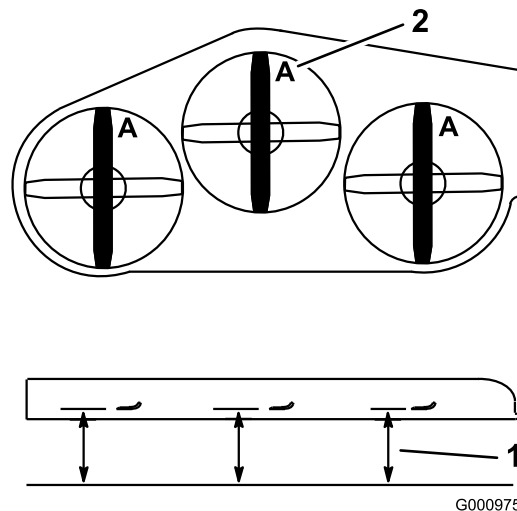

Figura 76
2. Mida desde una superficie nivelada hasta el filo de corte, posición **A**, de las cuchillas (Figura 76).